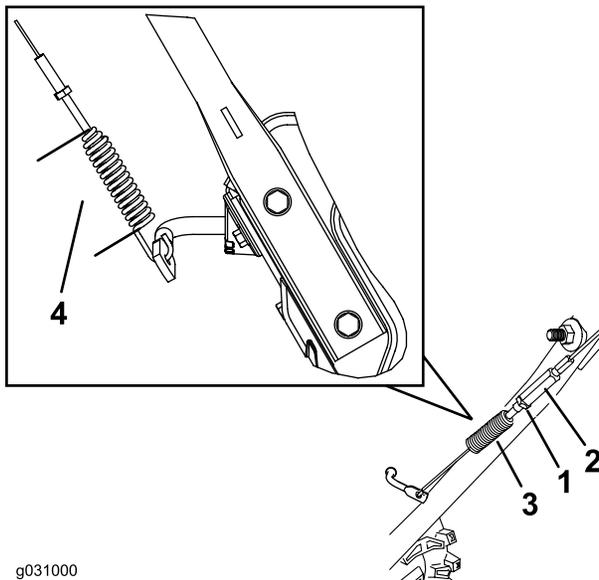

Bild 29
3. Lösen oder ziehen Sie die Spanschraube an, um die Federlänge auf 7 cm einzustellen, wie in Bild 29 abgebildet.
4. Ziehen Sie die Klemmmutter (Bild 29) an und stellen Sie sicher, dass der Zug etwas gespannt ist.